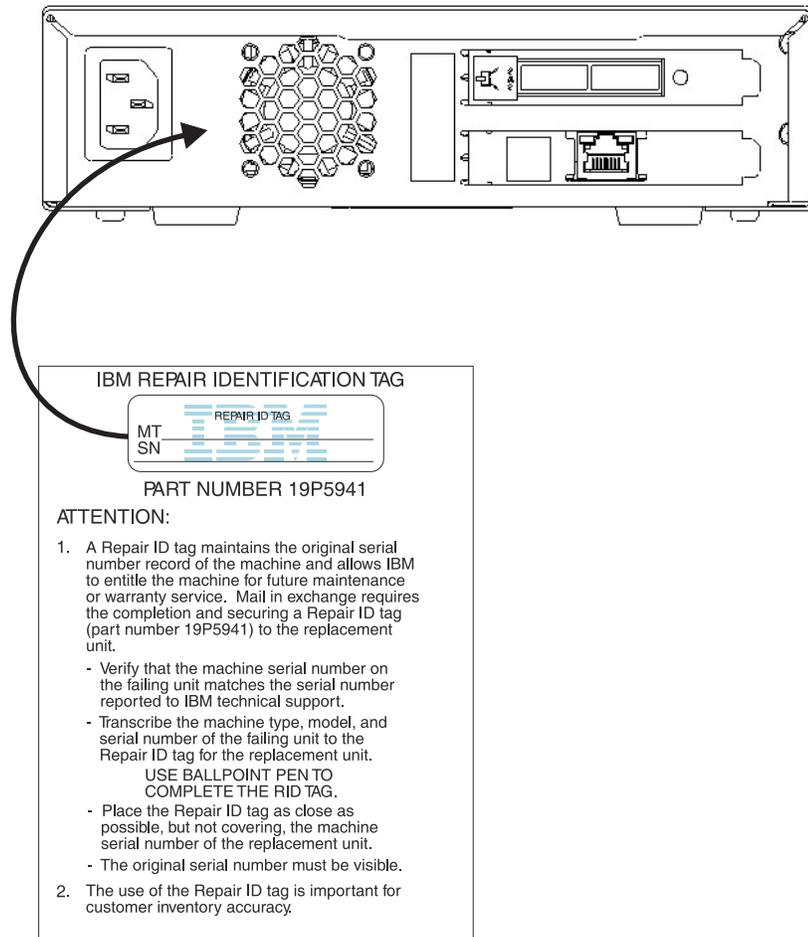

Figura 14. Tag RID no painel posterior
2. Localize a tag de identificação de reparo (RID) incluída com a unidade de substituição. Consulte Figura 14 na página 57.